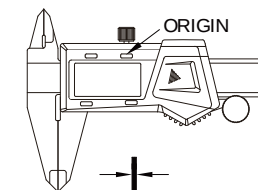

Fig.3
- Cierre las mordazas, pulse prolongadamente "ORIGEN" para poner a cero(Fig.3).